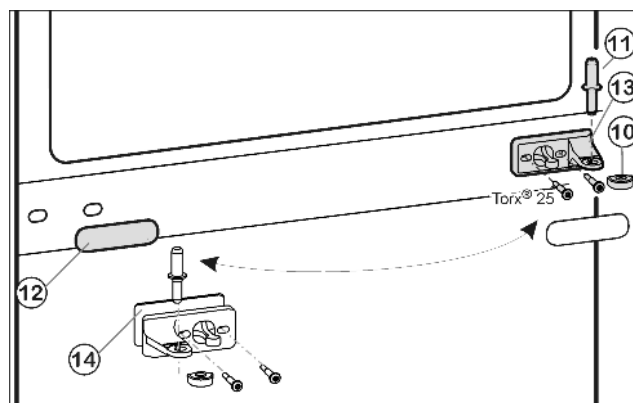
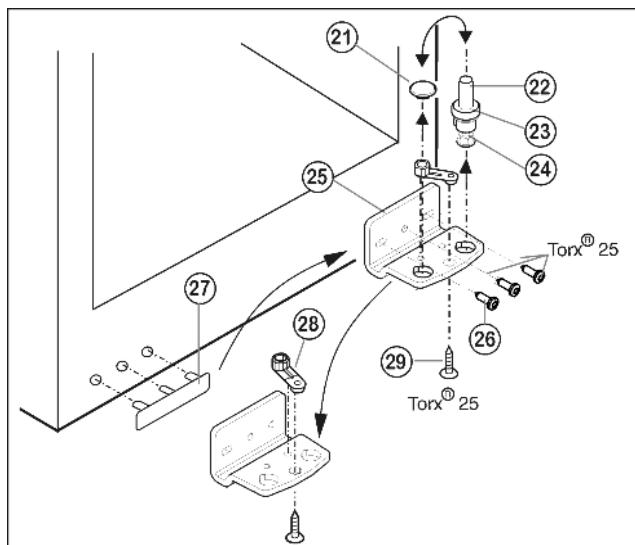

Fig. 5
Fig. 6
- Prostřední ložiskový čep Fig. 5 (11) vytáhněte ze stojanu ložiska a spodních dveří.
- Plastovou čepičku Fig. 5 (10) stáhněte.
- Stojan ložiska uprostřed Fig. 5 (13) odšroubujte (2 krát Torx® 25).
- Krytku Fig. 5 (12) opatrně stáhněte.
- Prostřední stojan ložiska Fig. 5 (13) s podložkou Fig. 5 (14) přišroubujte otočený o 180° na novou stranu závěsu (s 4 Nm).
- Krytku *Fig. 5 (12)* otočenou o 180° zasuňte na nové straně madla.
- Ložiskový čep *Fig. 6 (22)* včetně podložky *Fig. 6 (23)* a seřizovací nožky *Fig. 6 (24)* vytáhněte nahoru.
- Zátku *Fig. 6 (21)* odstraňte.
- Stojan ložiska *Fig. 6 (25)* odšroubujte *Fig. 6 (26)*.
- Ložiskový díl *Fig. 6 (28)* odšroubujte *Fig. 6 (29)* a přemístěte jej do protilehlého upínacího otvoru stojanu ložiska, pak ho znovu pevně přišroubujte.
- Krytku na straně madla *Fig. 6 (27)* opatrně vytáhněte a přemístěte na druhou stranu.
- Stojan ložiska *Fig. 6 (25)* na nové straně závěsu zase přišroubujte příp. pomocí akumulátorového šroubováku (momentem 4 Nm).
- Zátku *Fig. 6 (21)* zase vložte do druhé díry.
- Ložiskový čep *Fig. 6 (22)* včetně podložky a seřizovací nožky zase nasadte. Přitom dávejte pozor, aby zajišťovací vačka směřovala dozadu.
- Spodní dveře nasadte shora na spodní ložiskový čep *Fig. 6 (22)*.
- Plastovou krytku *Fig. 5 (10)* nasadte zase na prostřední stojan ložiska *Fig. 5 (13)*.
- Prostřední ložiskový čep *Fig. 5 (11)* vložte přes prostřední pouzdro ložiska *Fig. 5 (13)* do spodních dveří na nové straně závěsu.
- Horní dvířka usadte na prostředním ložiskovém čepu *Fig. 5 (11)*.
- Dveře případně pomocí obou podélných děr ve spodním stojanu ložiska *Fig. 6 (25)* a v prostředním stojanu ložiska *Fig. 5 (13)* vyrovnajte tak, aby lícovaly. Vyšroubujte prostřední šroub na stojanu ložiska dole *Fig. 6 (25)*.